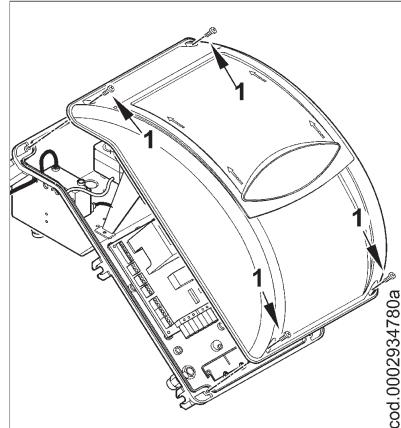

Рисунок 1
1) Снимите крышку, открутив 4 винта (1), как на рис. 1, при этом не убирайте прозрачное окошко. Таким образом можно получить доступ к электрическому щиту горелки.